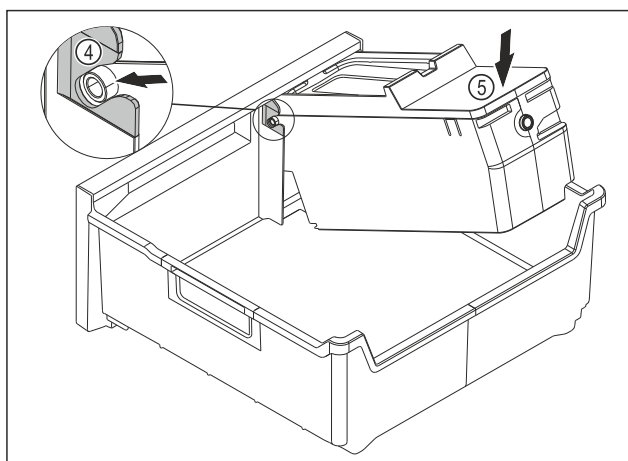

Fig. 86
- ▶ Montați corpul EasyTwist-Ice: Inșerați axele corpului EasyTwist-Ice în ghidaje Fig. 86 (4).
- ▶ Apăsăți corpul EasyTwist-Ice Fig. 86 (5) în spate în jos.